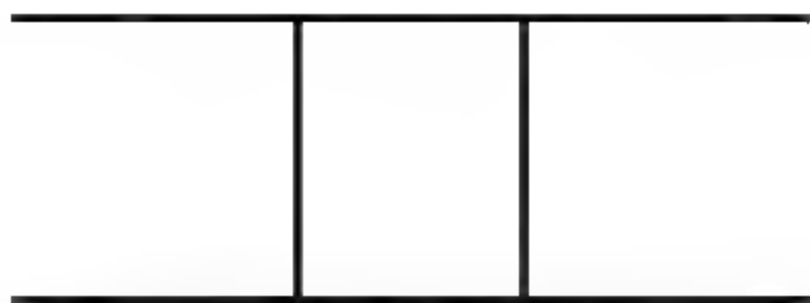

图3-67 打开素材
**01** 打开本书配备资源中的“素材\第3章\3-5 绘制电铃.dwg”文件，如图3-67所示。